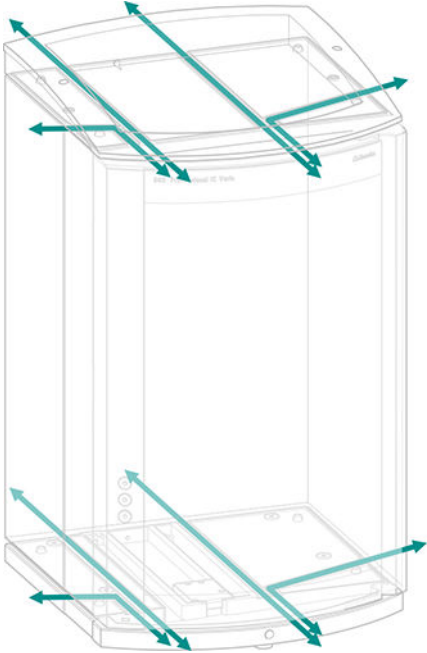

Figura 5 Canales para capilares
- canales entre el aparato y la bandeja así como entre el aparato y el soporte de botellas (véase figura 5, página 16)